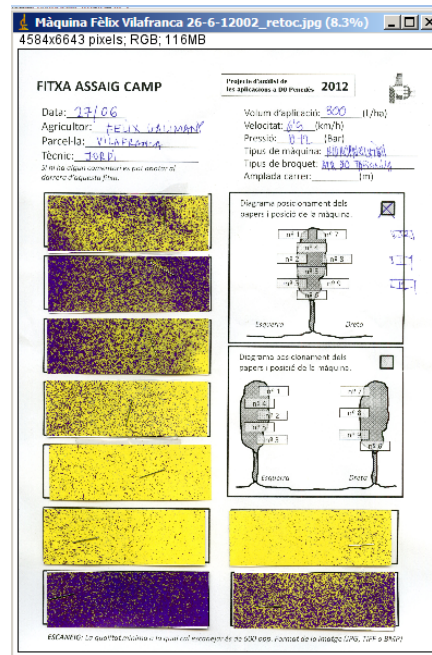

Figura 2 Imagen (.jpg) abierta con el Image J
3. Abrir la imagen que se desea escanear. Tiene que estar en formato de imagen (.jpg) y puede ser una imagen de una hoja completa con unos cuantos papeles hidrosensibles de un ensayo de campo (Figura 2). Es muy importante que los papeles se adhieran a la plantilla de forma adecuada. Evitar la colocación de papeles inclinados.